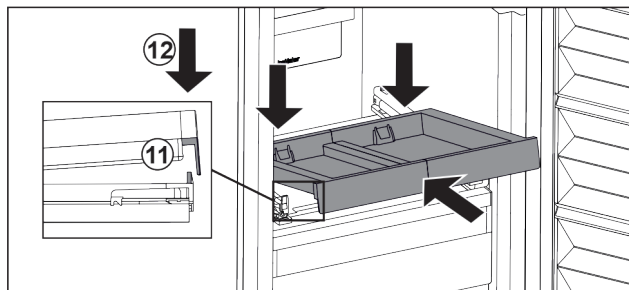

Fig. 93
- ▶ Inserați-l oblic. Aveți în vedere ca opritorul să fie în spatele lamelei pe ambele părți. Fig. 93 (11)
- ▶ Depuneți raftul extractibil în față. Fig. 93 (12)